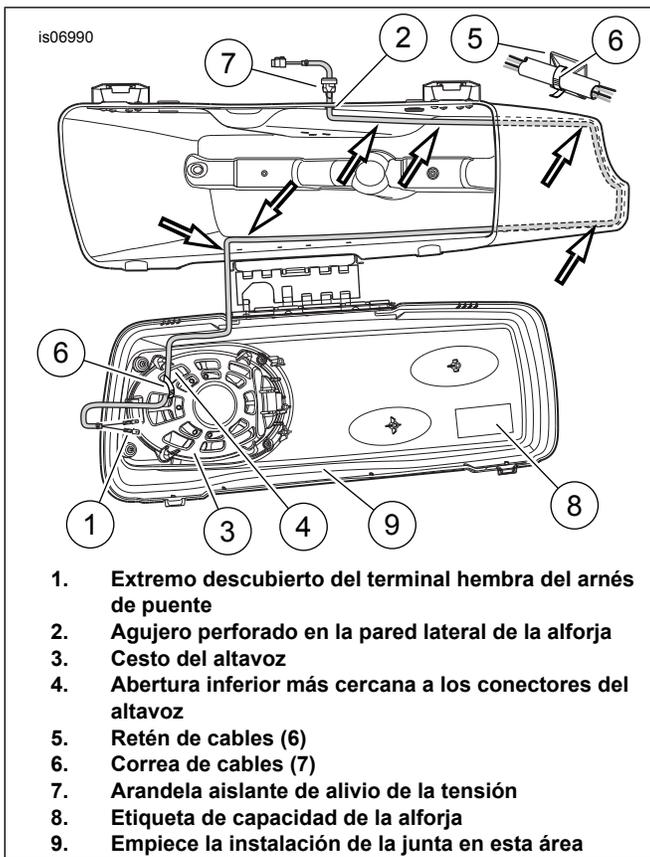

Figura 4. Ubicación del arnés dentro de la alforja
- Empiece la instalación de la junta en el centro del lado interior de la tapa, opuesto a la bisagra (vea Figura 4, Artículo 9).
2. Con el extremo grande hacia el conector macho de seis vías (I), encaje a presión la arandela aislante sobre el conducto del arnés cerca del conector macho.
3. Vea Figura 4. Inserte el extremo del terminal hembra descubierto del arnés de puente (1), desde el exterior a través del agujero de 16 mm (0.62 in) de diámetro, perforado anteriormente en la pared lateral de la alforja (2). Ubicación del arnés:
1. Extraiga los conectores **hembra** de seis vías (2) del arnés de puente de uno de los altavoces para alforja, cortando los cables **lo más cerca posible** del conector. Deseche el conector hembra.
2. Inserte un terminal de paleta angosto (3) en el extremo del cable **verde** de acuerdo a las instrucciones del apéndice en el Manual de servicio. Inserte un terminal de paleta ancho (4) en el extremo del cable **blanco**.
6. Vea Figura 4. Lleve los arneses de puente de los altavoces para alforja hacia los altavoces para alforja, como se describió en **INSTALACIÓN DEL ARNÉS DE LA ALFORJA** anteriormente en este documento. Use las correas de cables para sujetar los arneses de puente de los altavoces para alforja al arnés del amplificador.